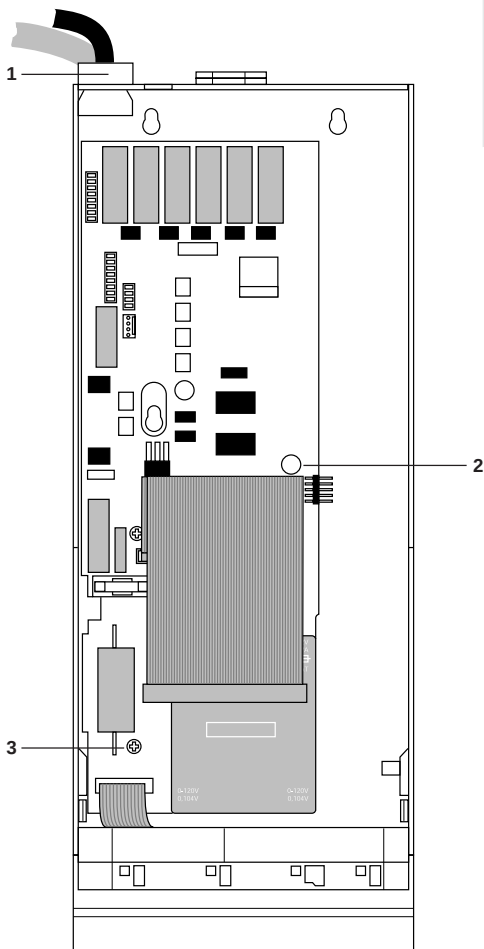

Abb. 13: Geldwechslerplatte austauschen
- 4** Blindstopfen **1** vom Gehäuse abziehen und, falls vorhanden, Kabel aus den Kabeldurchführungen im Gehäuse nach vorne herausziehen (s. Abb. 13).
- 5** Schrauben **2** und **3** entfernen (s. Abb. 13).